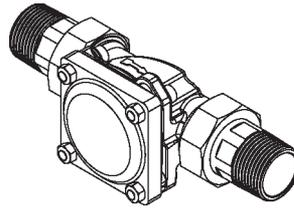

Abb. 4: Geräteanschluss eingerastet
2. Das Gerät im Uhrzeigersinn bis zum Anschlag drehen (siehe Abbildung 3 und Abbildung 4).